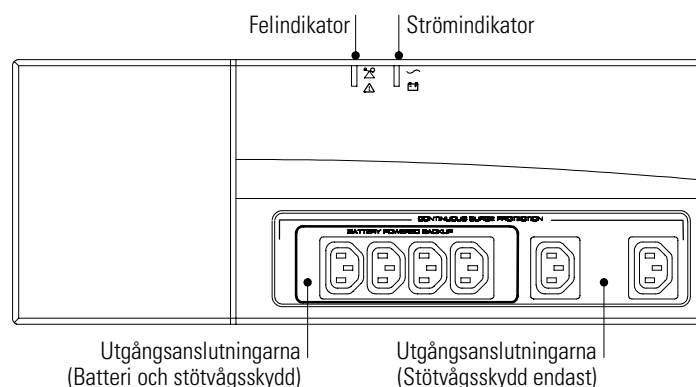
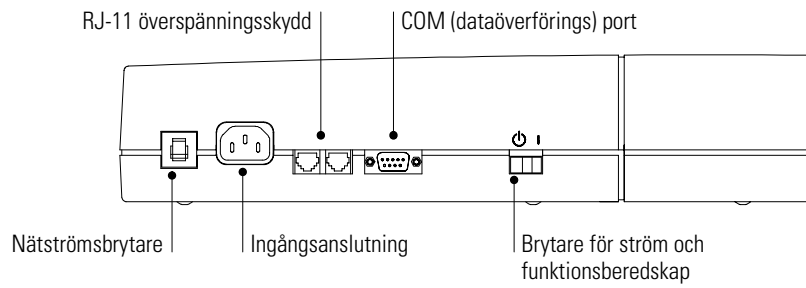
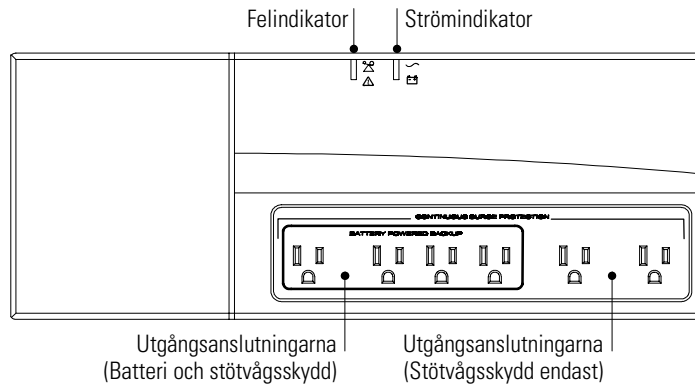
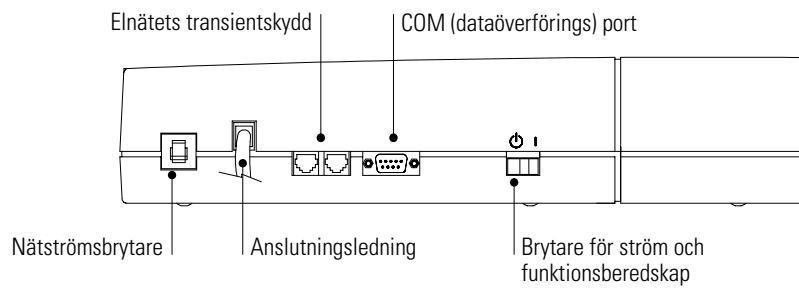

Bild 1. 230V Modell överpanelen
Bild 2. 230V Modell sidpanelen
Bild 3. 120V Modell överpanelen
Bild 4. 120V Modell sidpanelen
3. Starta UPS-enheten genom att trycka | brytaren som syns i Bild 2 eller Bild 4 på sidan 106. Ljussignalen för ström brinner och indikerar att UPS-enhetens anslutningar för utgångsapparater är strömbelagda.
Bild 1 och Bild 2 visar 230V Modell (Europeiska) enhetens egenskaper, som har en anslutning för nätspänningskabeln ävensom separata anslutningar för utgångsapparaterna. Bild 3 och Bild 4 visar 120V Modell (USA) enhetens egenskaper, med en ansluten nätspänningskabel.